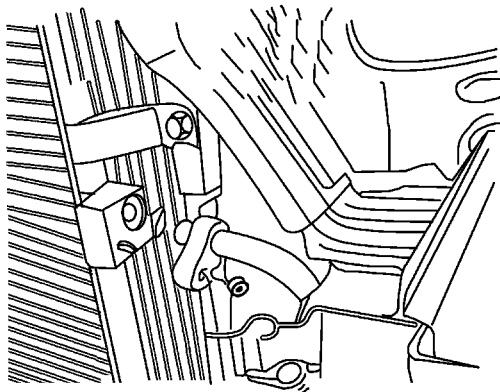

图 5-42 拆卸冷凝器板管
- 5) 按照图 5-42 所示, 拆卸冷凝器板管螺母和制冷剂排放软管。